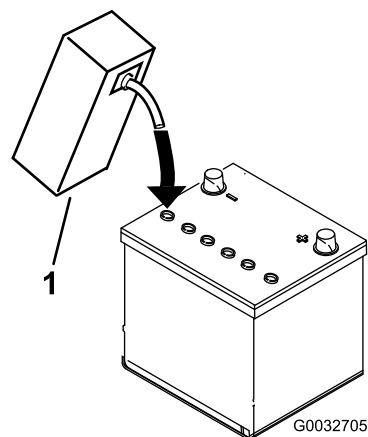

図 7
3. 各セルの電極板が液面下 6mm程度に水没するまで、電解液を慎重に入れる 図 7。
4. 電極板が液を吸収するまで2030分間程度待つ。必要に応じて、電極板が 6mm程度水没するぐらいに電解液を補充する 図 7。